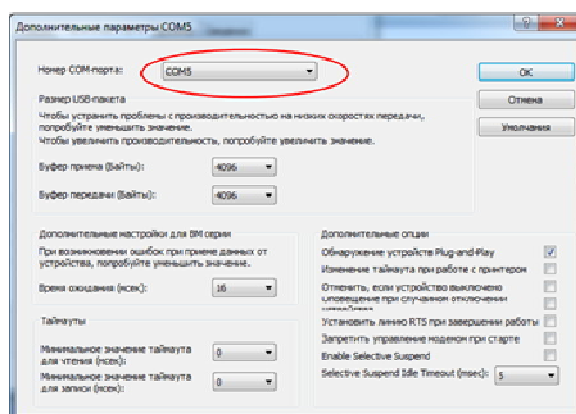

Рисунок 5
2.4.4 Откройте «свойства порта», двойной щелчок – «параметры порта – дополнительно». Присвойте конвертеру номер порта, который вы хотели бы использовать, обычно это один из списка портов приложения для связи с прибором (рис.5).